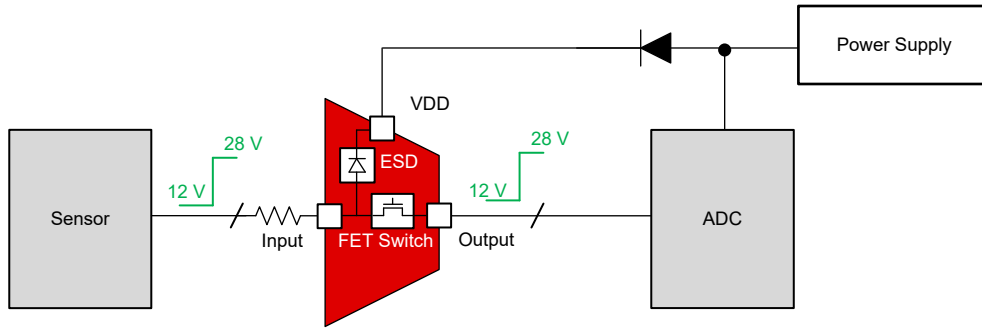

图 4. 具有分立式超出电源电压和过压容差设置的系统级视角
设计人员可以利用通用多路复用器 ESD 架构来实现分立式设计。这涉及到使用一个电阻器来限制通过开关的电流以满足数据表中列出的规格（ I_{K} 、 I_{OK} 或 I_{IK} ），并将一个二极管与外部电源串联。该设置使多路复用器能够反向供电，从而允许多路复用器传递超出电源电压的信号。此外，连接到电源的二极管可防止电流对电源造成损坏。通过采用这种方法，系统可以使用具有高压 (HV) 功能的开关或多路复用器来处理 and 承受超过电源电压的电压 (图 4)。